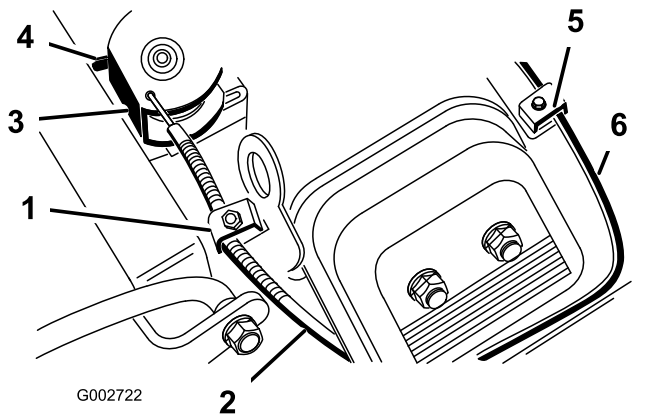

图 39
2. 松开将油门拉线固定到发动机上的夹紧螺丝图 39。
4. 拉紧油门拉线直至转盘的后部接触到限位器图 39。
2. 松开将阻风门拉线固定到发动机上的拉线夹紧螺丝图 39。
4. 拉紧阻风门拉线图 39 直至蝶形阻风门完全关闭然后旋紧拉线夹紧螺丝。